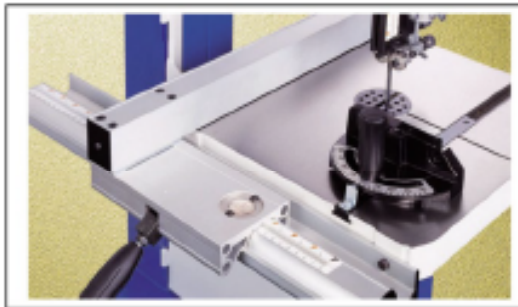

Figure 12
4. Serrez la vis de serrage. (Reportez-vous à la Figure 12)